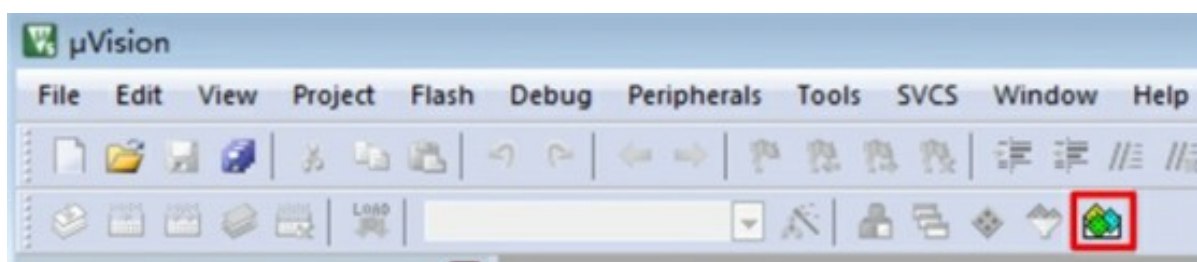
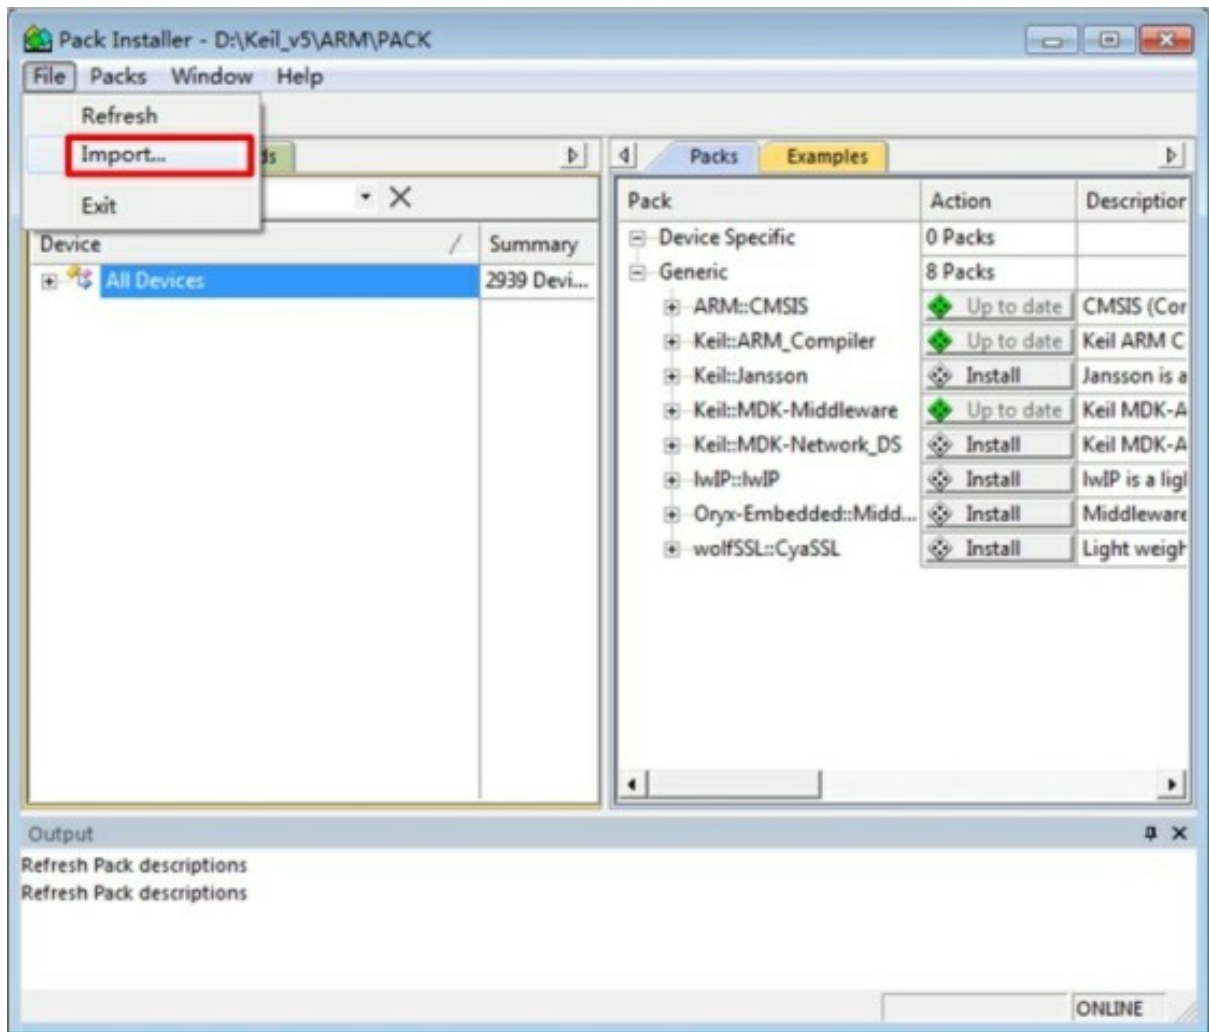
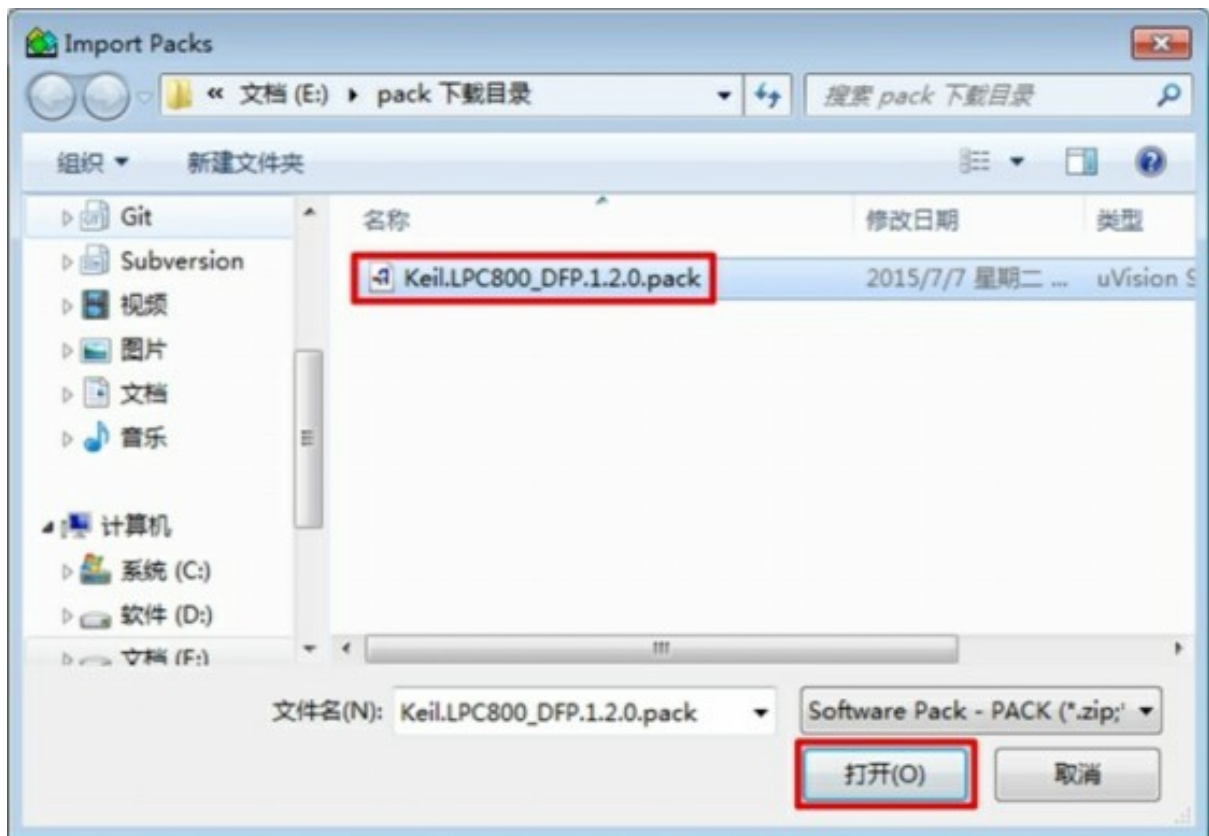

图 30: 启动 Pack installer
图 31: Pack installer 窗口
图 32: 选择需要安装的 Pack
(4) 如果双击无法安装，可以使用 Pack Installer 进行安装。如 图 30 所示，点击 Keil 界面中的图标启动 Pack Installer。Pack Installer 如 图 31 所示，选择 **【File】** -> **【import】**，弹出 Import Packs 对话框，选择刚刚下载的 Pack，如 图 32 所示，点击 **【打开】**，进行安装。接着，可以观察 Pack Installer 窗口进度条，查看安装进度，直至安装完成。